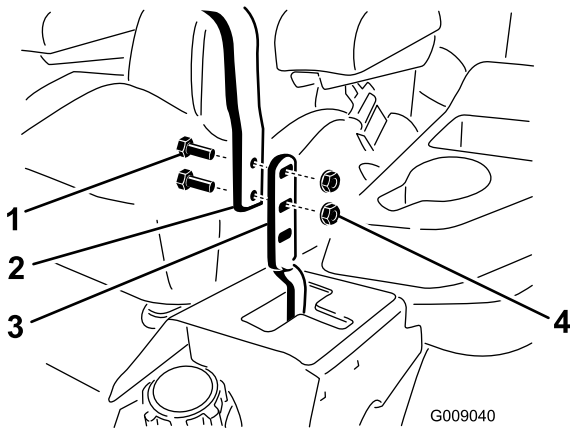

Figura 76
3. Allentate i bulloni e i dadi delle flange montati sulle leve (**Figura 76**).
4. Allineate le leve latitudinalmente portandole assieme in FOLLE, fatele scorrere finché non sono allineate e serrate i bulloni (**Figura 76**).